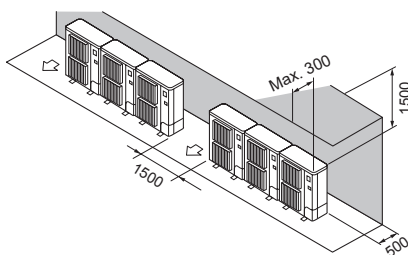

Fig. 2-14
- ② Obstacles uniquement à l'arrière et au-dessus (Fig. 2-14)